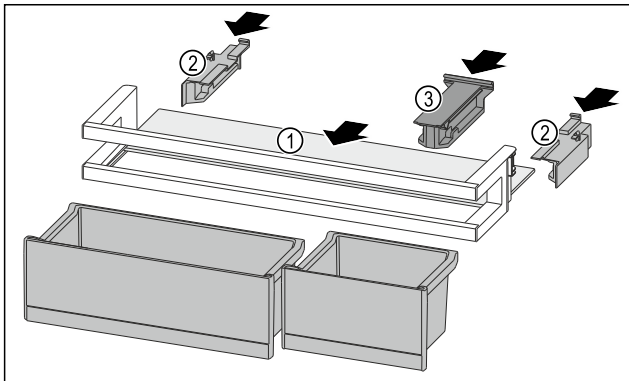

Fig. 93
- Abstellfläche Fig. 93 (1) in die seitlichen Einsparungen einschieben.
- Seitenteile Fig. 93 (2) einsetzen.
- Halteteil Fig. 93 (3) einsetzen.